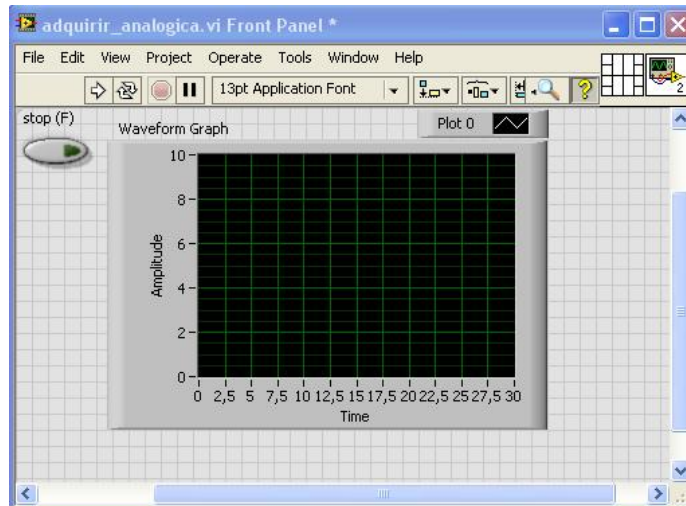
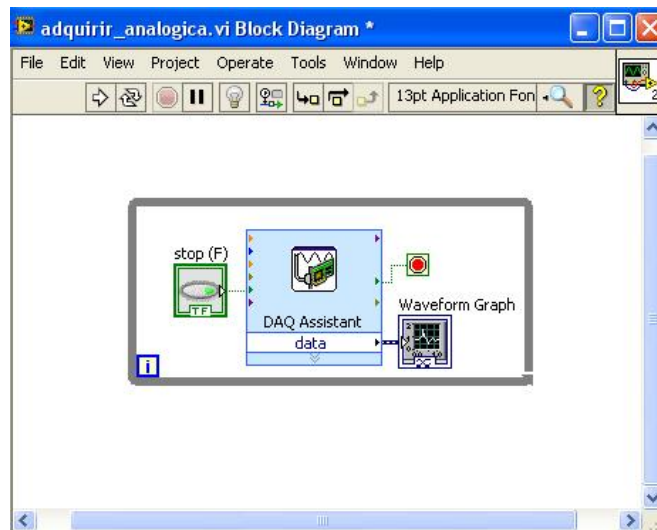

Fig. 7.- Panell de control de l'arxiu "adquisició_analogica.vi".
Fig. 8.- Diagrama de blocs de l'arxiu "adquisició_analogica.vi".
- **a1:** Obriu l'arxiu *adquisició_analogica.vi* amb *Labview*: : **Inici > Programes > National Instruments > Labview 2008**. S'hauria de poder visualitzar el panell de control de la Fig. 7 i el diagrama de blocs de la Fig. 8 (menú *Window > Show Block Diagram*).